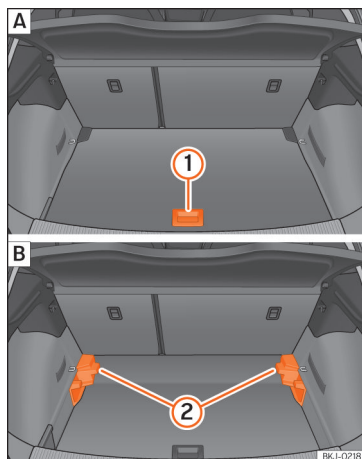

Fig. 139 Piso variável da bagageira: **A** posição alta; **B** posição baixa.
- Para passar da posição baixa para a alta, levante o piso pela pega »» Fig. 139 **1**, puxe-o para trás até que a parte dianteira do piso baixe totalmente os suportes **2**.
- Para passar da posição alta para a baixa, levante o piso pela pega »» Fig. 139 **1**, puxe-o para trás até que a parte dianteira do piso baixe totalmente os suportes **2**.
- Com o piso variável na posição alta, levante pela pega »» Fig. 139 ①, puxe-o e empurre para o encosto dos bancos traseiros até que o piso dobre pela linha da dobradiça e a parte móvel do piso assente sobre o mesmo.